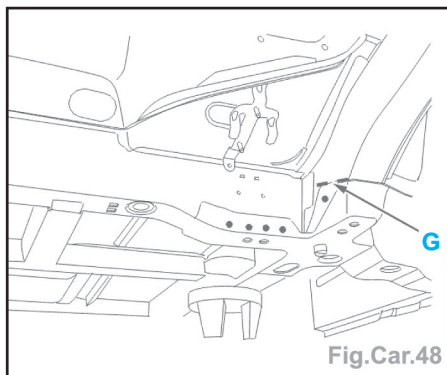

Fig.Car.48
- Poser le support fixation berceau moteur AR (Fig.Car.48).